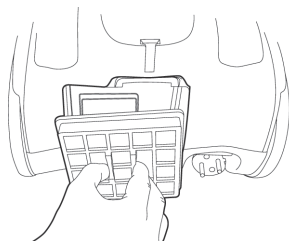

Bild 16
2. Entnehmen Sie den EPA-Filter und ersetzen Sie diesen durch einen neuen EPA-Filter. (Bild 16)